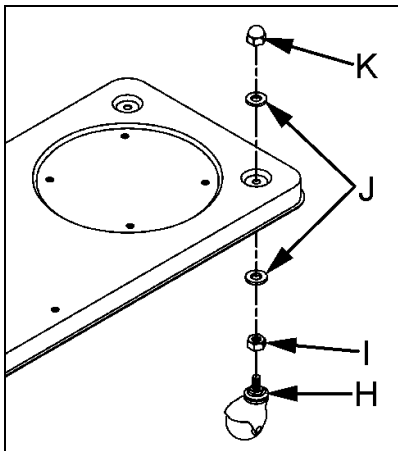

Fig 4
Monter les 2 roues orientables sur la plaque du fond avec des écrous et des rondelles (Fig 4)
Monter la plaque du fond (M, Fig 4) sur le cylindre (L) avec 4 vis et des rondelles.